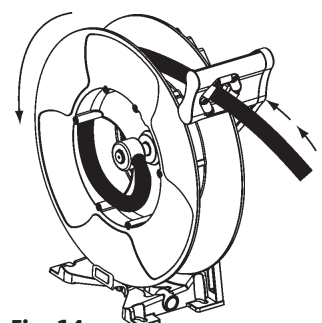

Fig. 14
3. Ziehen Sie nun vorsichtig den Schlauch, um ihn anschließend automatisch aufrollen zu lassen (Fig. 14).